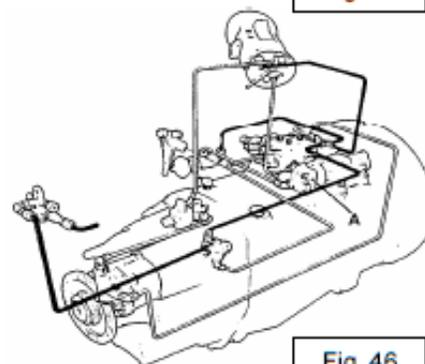

Fig. 46
Al elegir el split bajo, la válvula de la empuñadura bloquea el aire de mando impidiendo que pase a la válvula relé (A) del cilindro split. La corredera es empujada a la posición de split bajo por medio de un resorte que hay en la válvula relé. (Fig.46)